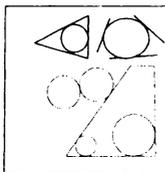

Рис. 3.3.
2. Создайте слой – **Круг**. Постройте круги всеми известными способами. Постройте рисунок согласно образцу - рис. 3.3.